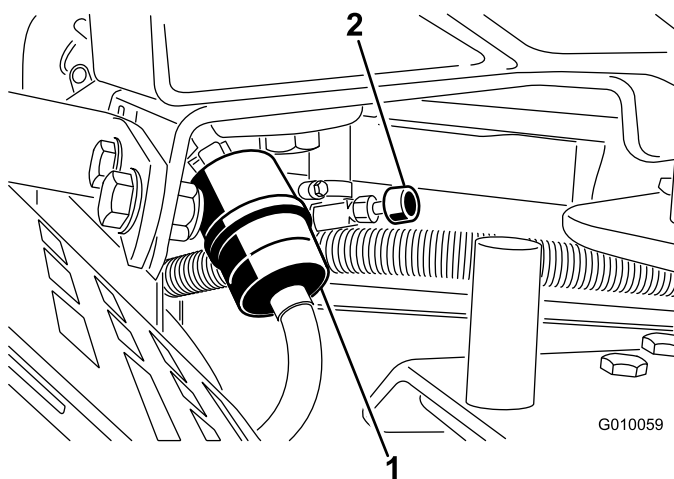

Bild 52
2. Schließen Sie den Kraftstoffhahn (Bild 52).
3. Drücken Sie die Enden der Schlauchklemmen zusammen und schieben Sie sie vom Filter weg (Bild 52).
5. Setzen Sie einen neuen Filter ein und schieben Sie die Schlauchklemmen an den Filter heran (Bild 52).
7. Öffnen Sie den Kraftstoffhahn (Bild 52).
3. Lockern Sie die Schlauchklemme am Kraftstofffilter und schieben Sie sie an der Kraftstoffleitung weg vom Kraftstofffilter (Bild 52).
4. Ziehen Sie die Kraftstoffleitung vom Filter (Bild 52). Öffnen Sie den Kraftstoffhahn und lassen Sie den Kraftstoff in einen Benzinkanister oder ein Auffanggefäß ablaufen.
5. Bringen Sie die Kraftstoffleitung am -filter an. Schieben Sie die Schlauchklemme ganz an den Kraftstofffilter heran, um die Kraftstoffleitung zu befestigen (Bild 52).